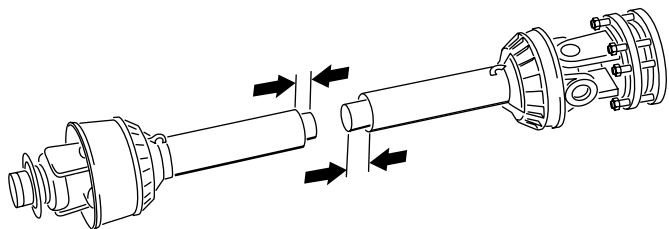

Figura 17
11. Separe as duas metades do veio da tomada de força (**Figura 17**).
12. Meça a distância da extremidade de cada tubo até à sua proteção de segurança (**Figura 17**). Registe as medidas aqui _____ e _____.